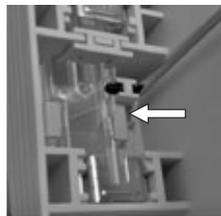

Figura 27
- Para trabar, mueva los elementos de trabado de acuerdo con la dirección de la flecha hasta que se encajen en la guía de la tapa (Figura 27);
- Para destrabar, mueva los elementos de trabado de acuerdo con la dirección de la flecha hasta que salten en la guía de la tapa (Figura 27).